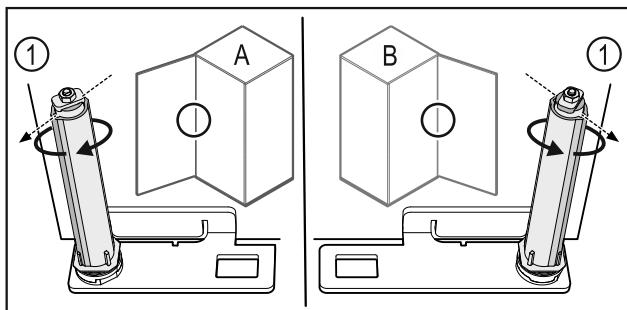

Fig. 56 Μεντεσέδες αριστερά (A) / Μεντεσέδες δεξιά (B)
- ▶ Περιστρέψτε το σύστημα κλεισίματος κόντρα στην αντίσταση, μέχρι ο κορμός του συστήματος κλεισίματος Fig. 56 (1) να είναι στραμμένος προς τα έξω.